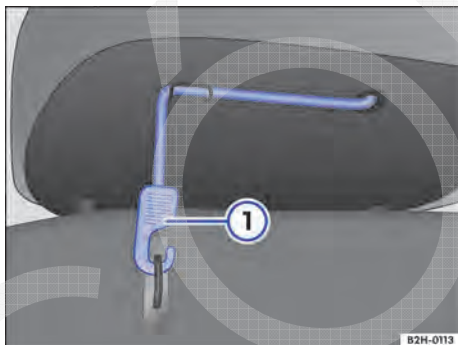

Fig. 43 Banco traseiro: cinta de fixação da superfície de banco.
- Desenganchar a cinta de fixação ⇒ Fig. 43 ① da fixação da superfície do banco.